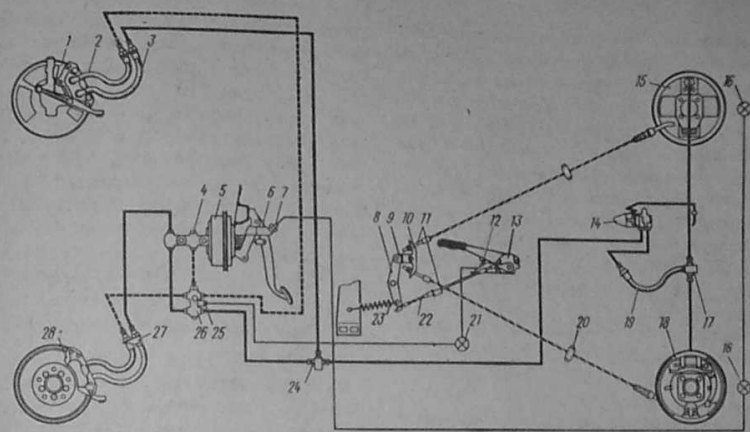

Рис. 133. Схема тормозной системы:
12. При определении неисправности, а также при выполнении работ, связанных с удалением воздуха из тормозной системы, необходимо руководствоваться схемой тормозной системы (рис. 133).
Если самопроизвольное притормаживание колес рассматривается не сразу, а спустя некоторое время после его возникновения, то приемы, описанные выше, неприемлемы. В этом случае необходимо вывернуть соединительную гайку из корпуса главного цилиндра, которая крепит ближайшую к вакуумному усилителю гидротрубку (контур больших цилиндров см. рис. 133), и, отведя гидротрубку, в резьбовое отверстие главного тормозного цилиндра подать сжатый воздух под избыточным давлением 1 кг/см². Если воздух свободно выходит в бачок, то рабочая кромка манжеты не перекрывает компенсационного отверстия. Установить гидротрубку на место и повторить операцию на другом контуре. Для проверки нового или отремонтированного главного цилиндра перед установкой на автомобиль снять бачок главного цилиндра и мягкой проволокой с затупленным концом прощупать кромки манжет через компенсационные отверстия. Если кончик проволоки, не встречая упругого сопротивления, проходит на глубину значительно больше 2 мм, то отверстие не перекрыто кромкой манжеты. Если проволока, вставленная в компенсационное отверстие, встретит упругое сопротивление, необходимо разобрать главный цилиндр и устранить неисправность.